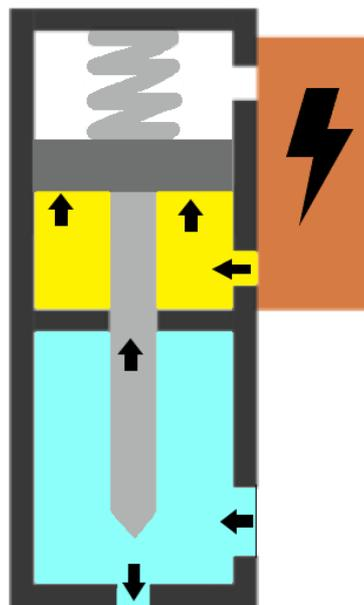

Figura 04 – Fase dosaggio
- Si solleva il pistone, che fa sollevare lo spillo, permettendo così di eseguire il dosaggio (Figura 04);